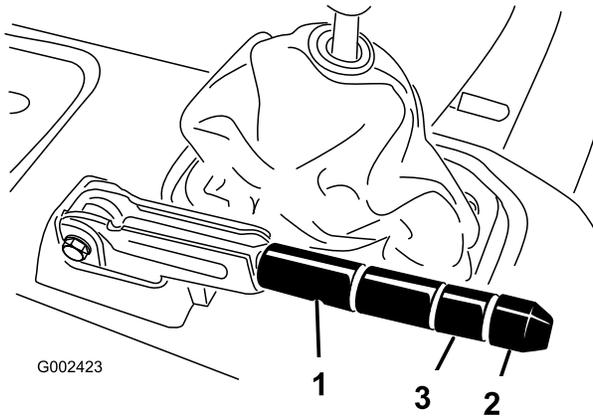

Figure 75
2. Desserrez la vis de fixation du bouton sur le levier du frein de stationnement (Figure 75).